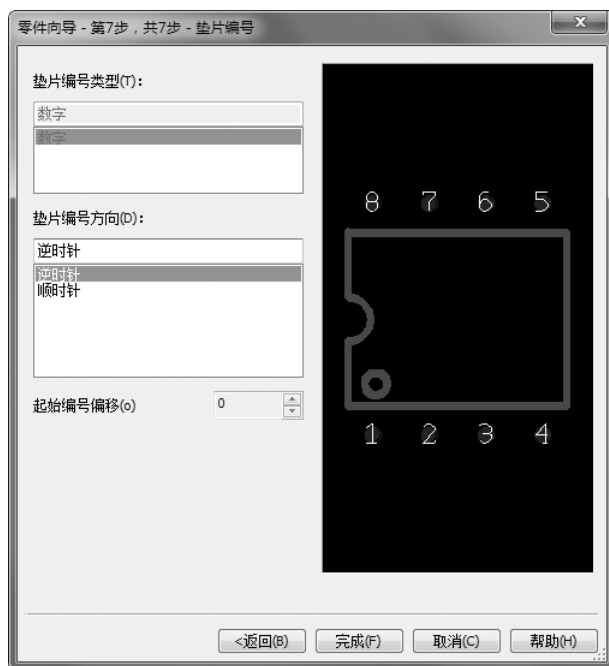

图 14-7 焊盘起始位置和命名方向设置界面
7) 单击“下一步”按钮，进入垫片编号和方向设置界面，如图 14-7 所示。单击选择可以改变焊盘命名方向。采用默认设置，将第一个焊盘设置在封装左上角，命名方向为逆时针。